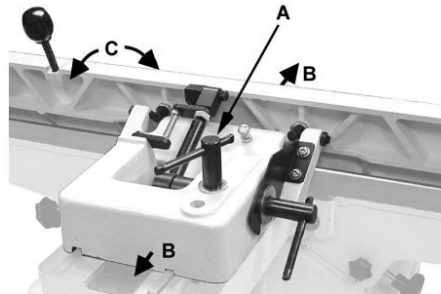

Рис. 18
1. Ослабьте фиксатор (А, Рис. 18).
2. Установите весь узел упора (В, Рис. 18) в нужное положение и затяните фиксатор.
Упор можно перемещать вперед или назад по всей ширине стола (В, Рис. 18). Он также наклоняется до 45 градусов вперед и имеет